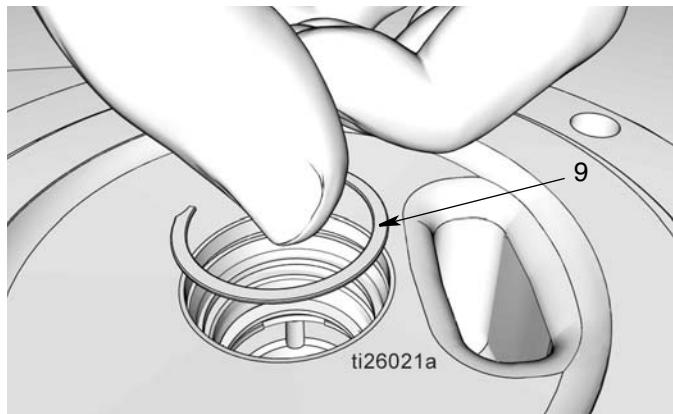

图 39
- j. 安装夹子 (9)(图 39)。当固定夹正确就位在沟槽上时应听到“咔哒”一声。